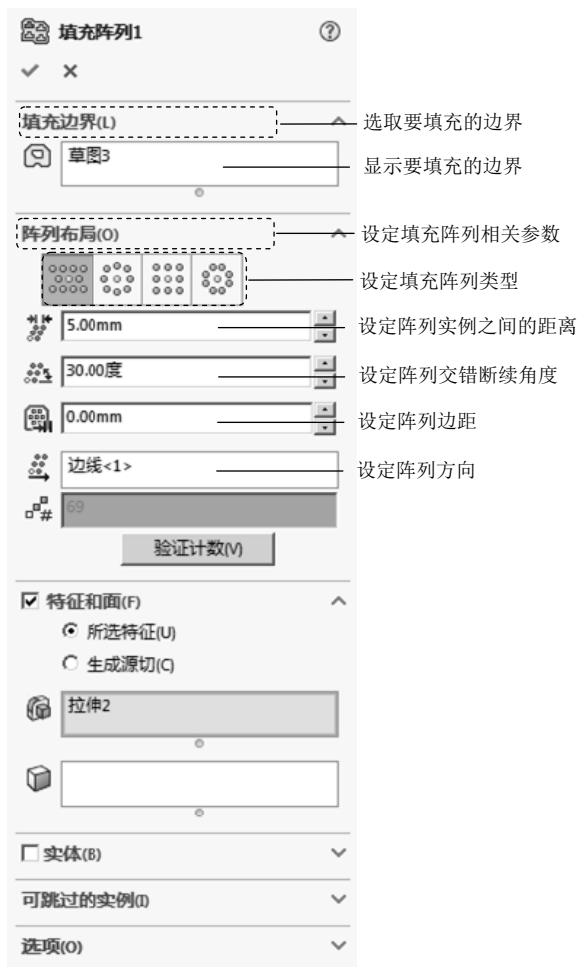

图 5.19.10 “填充阵列”对话框
Step2. 选择命令。选择下拉菜单 **插入(I)**  **阵列/镜像(E)**  **填充阵列(F)...** 命令 (或单击“特征(F)”工具栏中  按钮), 系统弹出如图 5.19.10 所示的“填充阵列”对话框。